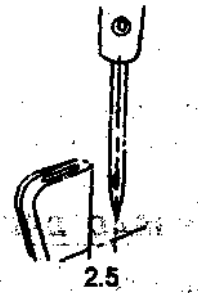

Рис.18
6. Стачивающий петлитель и игла (Рис. 18)